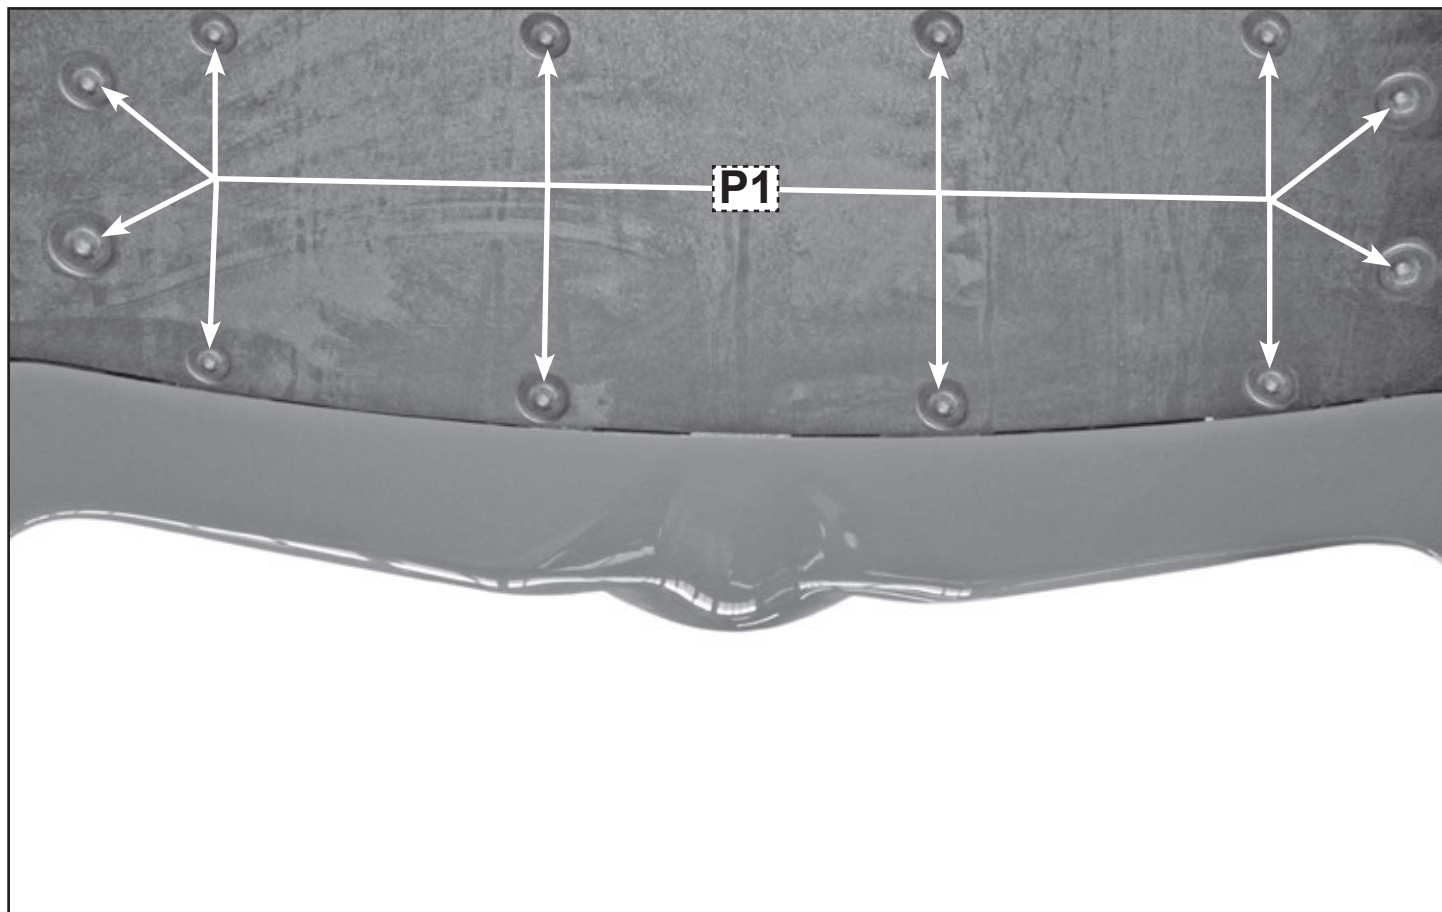

FIGURA 2
- **Nella figura 2** sollevare l'autovettura sul ponte e svitare le viti torx che fissano la protezione del motore per accedere al fissaggio della protezione Radar (vedi punto **P1**).